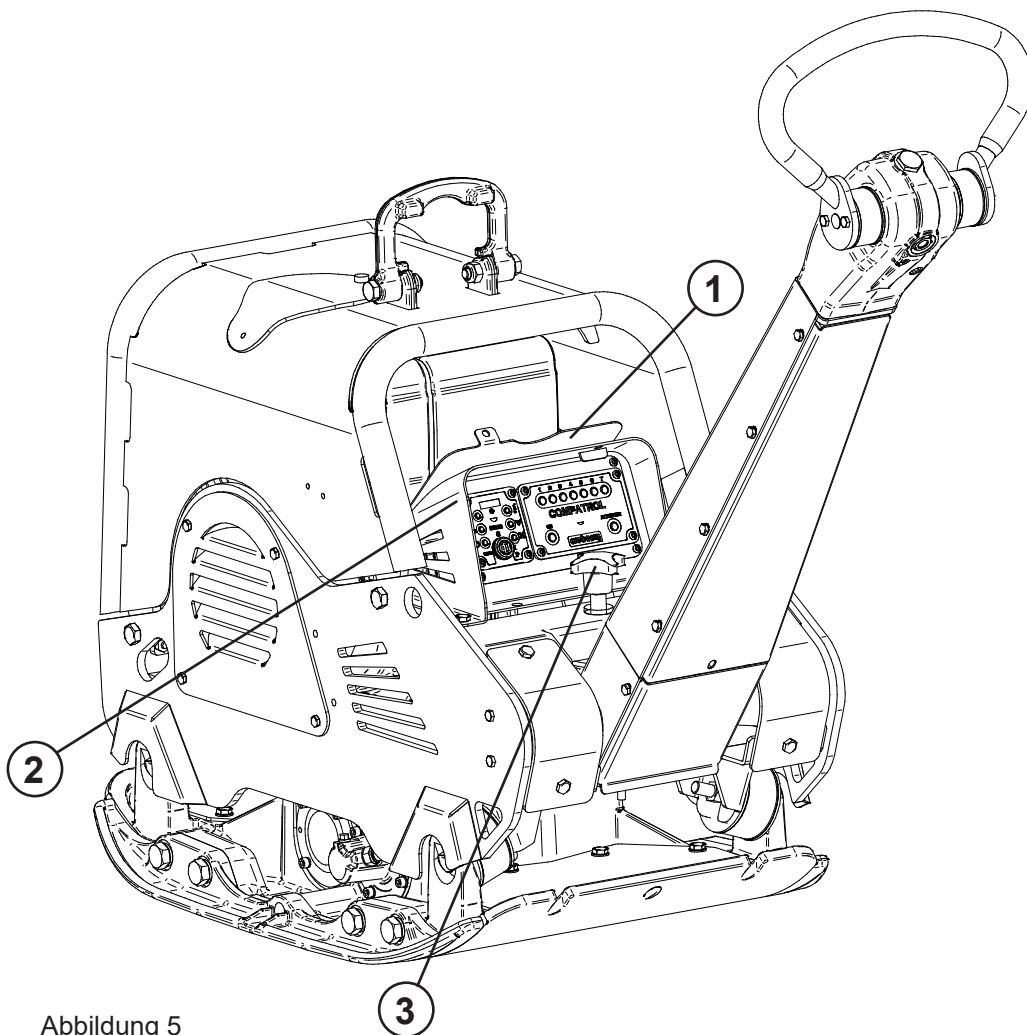

Abbildung 5
- ▶ Die gewünschte Arbeitshöhe der Handführungsstange an der Einstellschraube (Position 3, Abbildung 5) einstellen.
- ▶ Die Vandalismusklappe (Position 1, Abbildung 5) öffnen
- ▶ Die Vandalismusklappe (1) in die vorgesehene Halterung auf dem Armaturenkasten (Position 2, Abbildung 5) stecken.